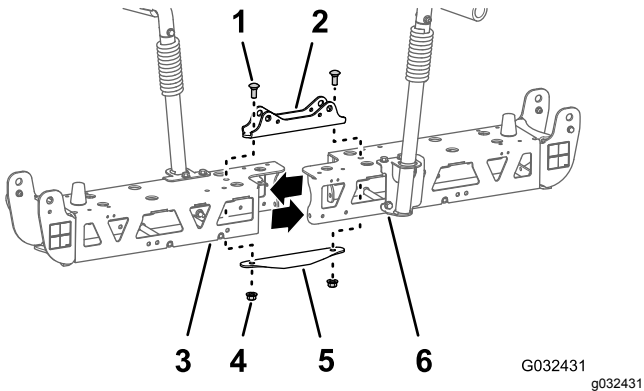

图 53
2. 拧下用于固定窄油缸安装座、左右桁架框架以及窄连接板的 2 个托架螺栓 $\frac{1}{2}$ x $\frac{1}{4}$ 英寸和 2 个锁紧螺母 $\frac{1}{2}$ 英寸 图 53。